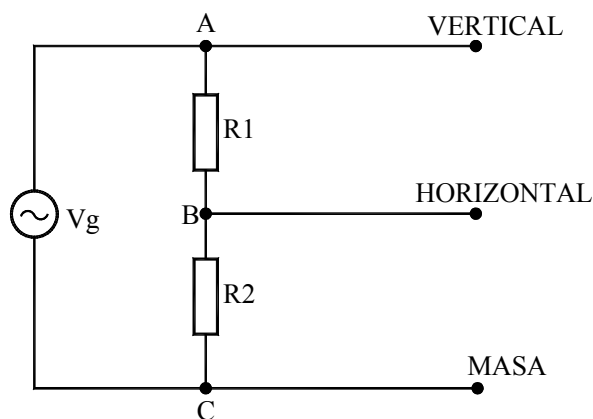

Figura 6
1. Montar el circuito resistivo de la figura 6. La fuente de corriente alterna se corresponde con la salida de un generador de onda senoidal, cuya tensión se va a ajustar a 15 V_{pp} (100 Hz). Las conexiones se deberán realizar, como viene especificado en la figura 6, siendo “C” el punto de unión de las masas del generador de funciones y del osciloscopio. El eje vertical se tomará como eje de tensión y el horizontal como eje de corriente.